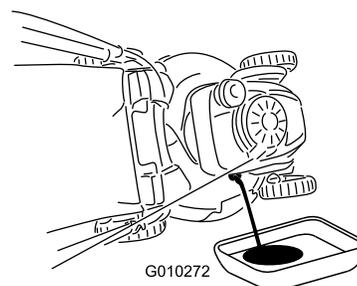

Figure 23
3. Inclinez la tondeuse sur le côté (filtre à air vers le haut) pour vidanger l'huile usagée par le goulot de remplissage (Figure 23).